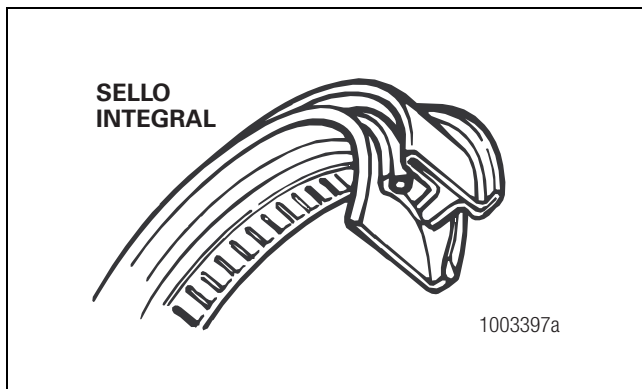

Figura 5.31
1. Retire del paquete el sello integral de reemplazo. Figura 5.31.